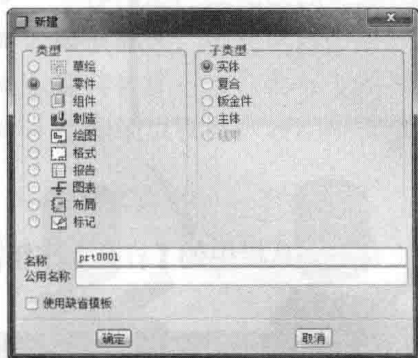
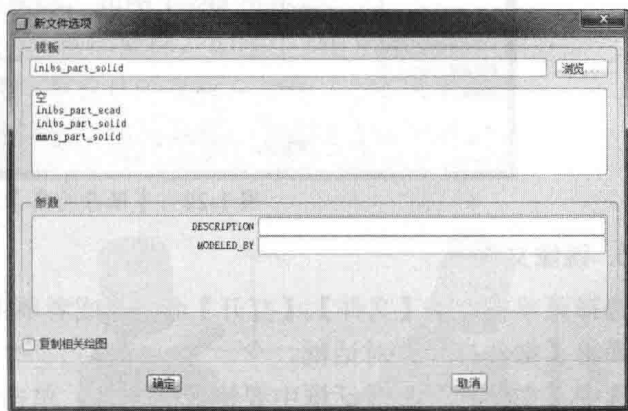

图 1-19 【新建】对话框
图 1-20 【新文件选项】对话框
- ① 选择菜单栏中的【文件】|【新建】命令，或者单击【文件】工具栏中的【新建】按钮，系统弹出如图 1-19 所示的【新建】对话框。
- ② 点选【类型】选项组中的【零件】单选按钮，点选【子类型】选项组中的【实体】单选按钮。
- ③ 在【名称】文本框中键入新建文件的名称，取消勾选【使用缺省模板】复选框，单击【确定】按钮，系统弹出如图 1-20 所示的【新文件选项】对话框。